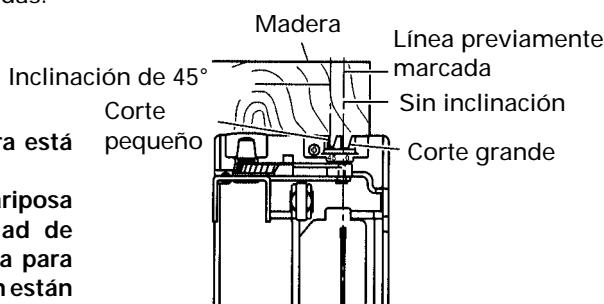
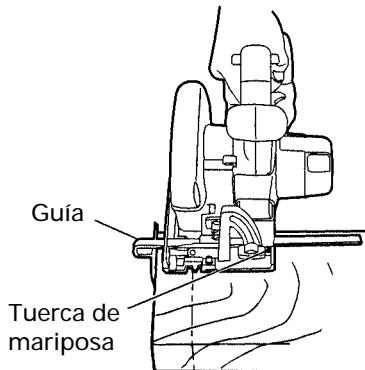
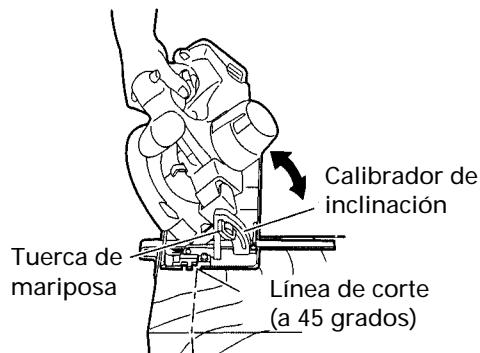

Fig. 14 (Vista superior)
Fig. 15 Sin inclinación
Fig. 16
(1) Coloque la base sobre el material, y después alinee la línea previamente marcada y la hoja de sierra con la sección de la escala frontal de la pieza guía de la parte frontal de la base. (Fig. 14)
(2) Cuando la base no esté inclinada, utilice el corte grande como pieza guía. (Fig. 14 y Fig. 15)
Si la base está inclinada (45 grados), utilice la escala frontal pequeña como pieza guía. (Fig. 14 y Fig. 16)